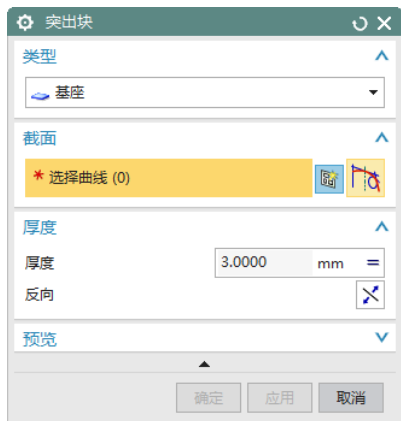

图 7-48 “突出块”对话框
(1) 选择“菜单(M)”→“插入(S)”→“突出块(B)”，或者单击“主页”选项卡“基本”面组上“突出块”按钮，打开如图 7-48 所示“突出块”对话框。